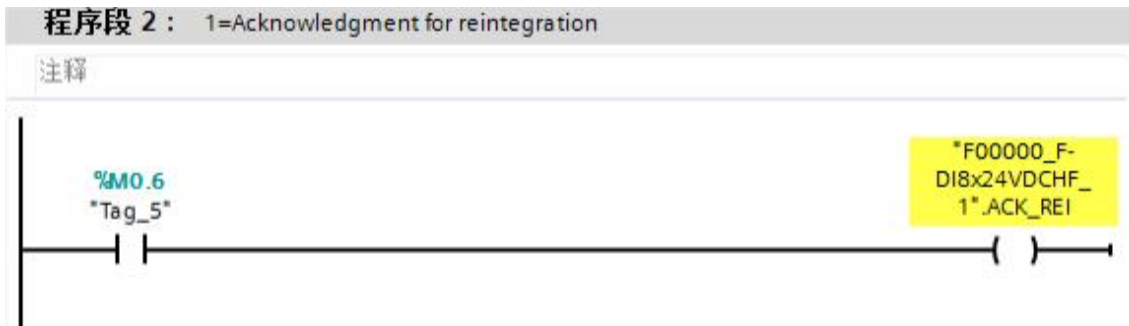

图 4-4 去钝操作
- 2) 置位 ACK_REI，给出应答信号，完成去钝。只有去钝后，在安全程序中才能读到 I0.0 的输入值状态。这时需要在安全程序块 FB1 中编程通过 M 位来置位 ACK_REI 位，如图 4-4 所示。